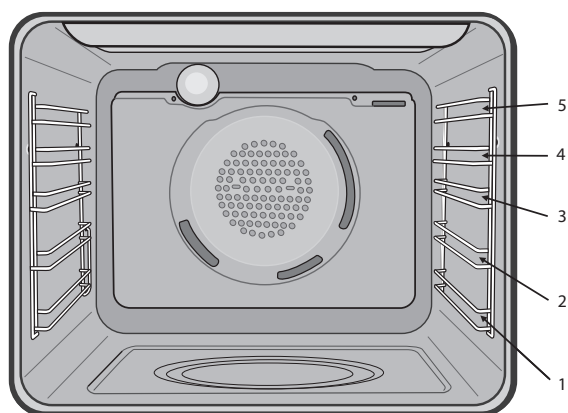
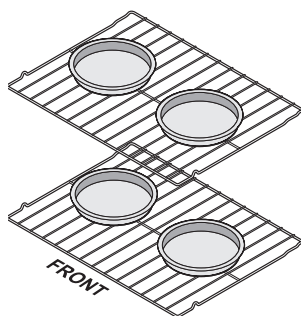

Figure 15: Positions des grilles du four
Figure 18: Cuisson sur plusieurs niveaux et grilles
- Pour de meilleurs résultats lors de la cuisson avec une seule grille, placez la grille à la position 5 (figure 15).
- Pour obtenir de meilleurs résultats pour la cuisson de gâteaux ou de biscuits lorsque vous utilisez deux grilles, placez ces dernières aux positions 1 et 3 (figure 15) et placez les ustensiles de cuisson tel qu'illustré à la figure 18.